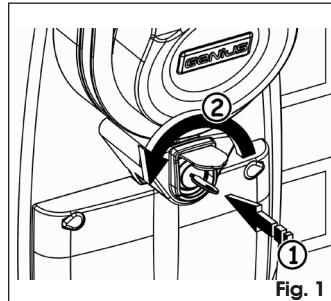

Fig. 1
1. Inserire la chiave personalizzata e portarla in posizione di "**STOP**" ruotandola in senso antiorario sino al suo arresto, Fig. 1.